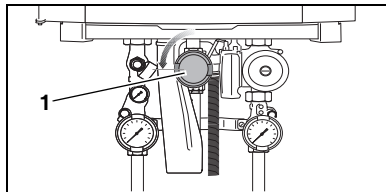

Fig. 18 Gaskraan (geopende positie)
- Open de gaskraan langzaam, door deze in te drukken en een 1/4 omwenteling linksom te draaien (fig. 18). In de positie „open“ staat de gaskraan verticaal.